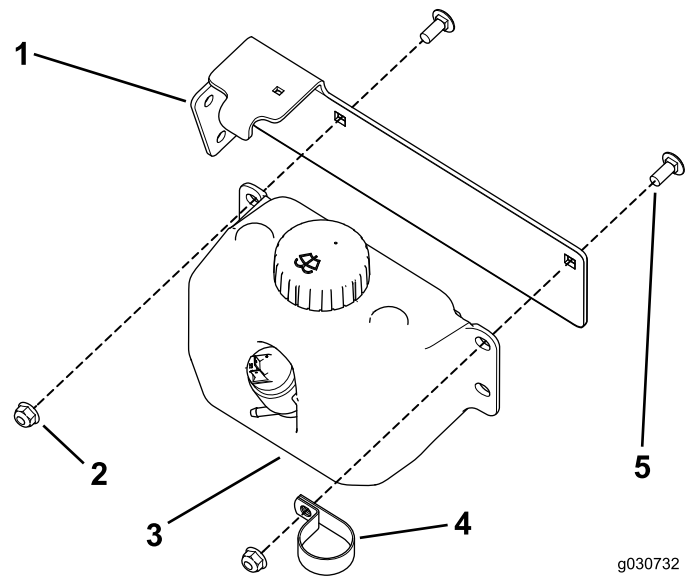

Figura 32
3. Utilize os dois parafusos de carroçaria e porcas de bloqueio para prender a garrafa lavadora e grampo em R à montagem do depósito (Figura 32).